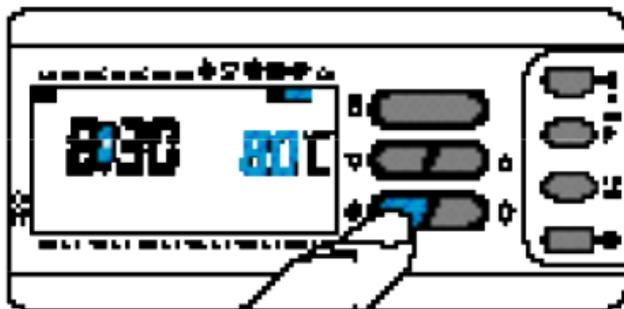

Fig. 55
10.2 - Premere una sola volta il pulsante  (fig.55) per posizionare l'apparecchio in funzionamento ANTIGELO  e impostare la temperatura desiderata tramite il pulsante  oppure  (fig.54).